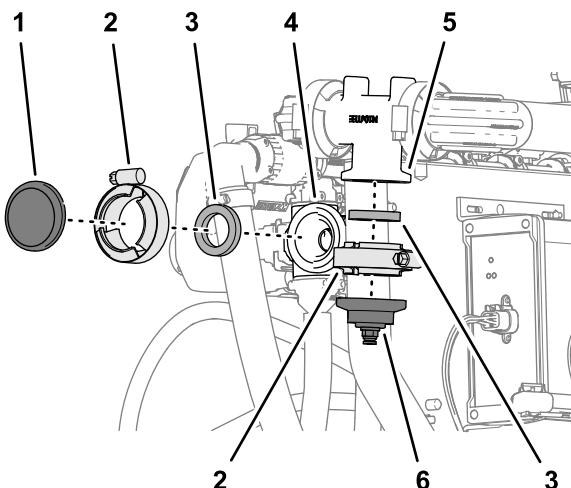

图137
1. 卸下将平头盖固定到喷嘴阀 10 的法兰上的法兰夹具和垫片 图137。
2. 卸下将盖子和管子接头固定到流量计歧管法兰上的法兰夹具和垫片 图137。